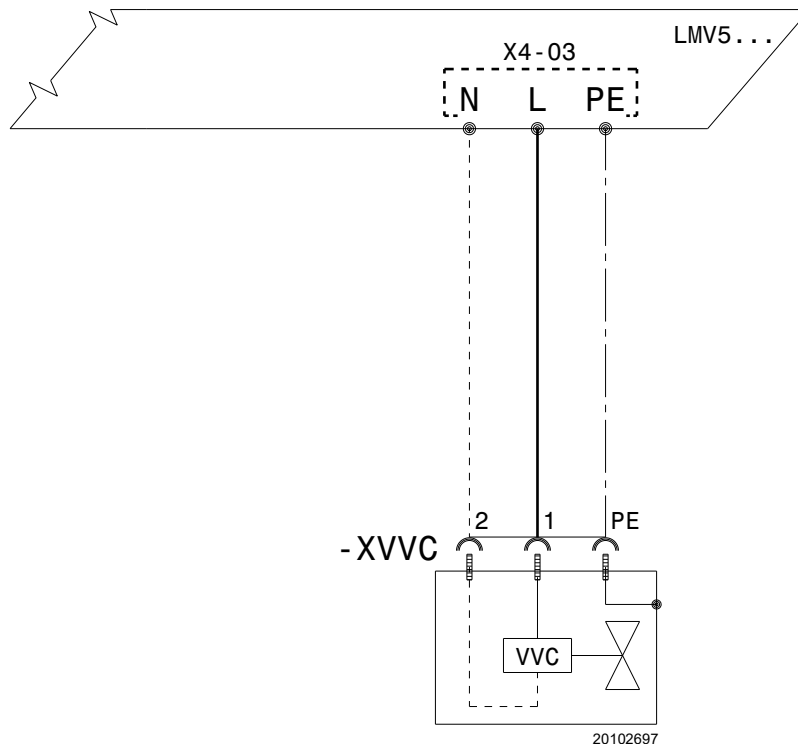

Abb. 8
Für die elektrischen Anschlüsse wie folgt vorgehen (Abb. 8):
- die Ventilstromversorgung über den mit dem Kit gelieferten Anschluss an die Klemmen des Steckers X4-03 des LMV5...-Steuergeräts anschließen. (Abb. 8);